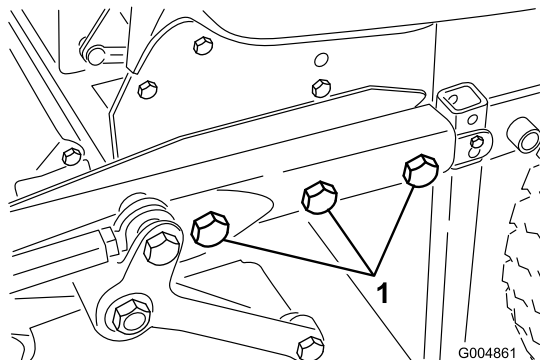

Figura 7
4. Coloque en su posición la plataforma y el bastidor de verano e instale los cinco pernos, arandelas y tuercas de 3/4 pulg. que conectan el bastidor de la plataforma al bastidor trasero (Figura 7). Retire los pasadores de los cilindros de elevación para tener acceso a los pernos del lado derecho. Apriete los pernos a 265 pies-libra.